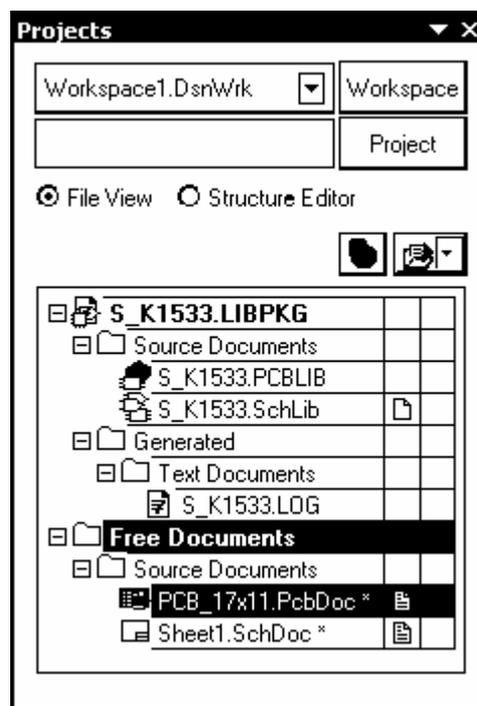

Рис. 2.1
1. Щелчком на закладке System в правом нижнем углу главного окна программы активизировать “всплывающее” (Pop-up) меню и указать в нем команду Projects. Открывается плавающая панель Projects, в главном поле которой отображена иерархия ранее открытых проектов (рис. 2.1).